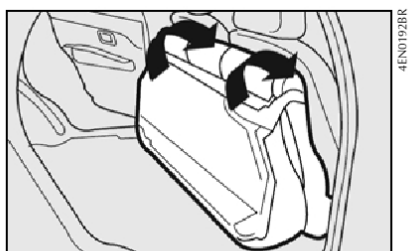

fig. 92
6) Em seguida, rebater o banco traseiro inteiro para a frente **fig. 92** de maneira a obter uma única superfície de carga.